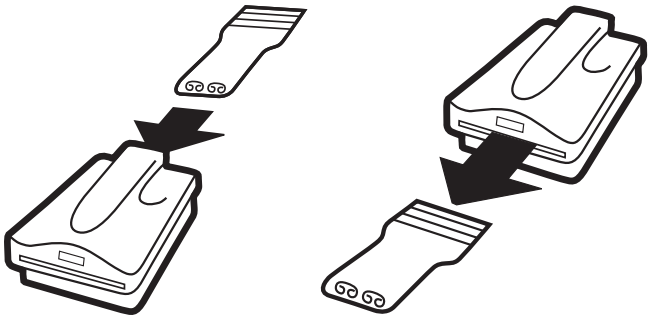

Figura 5
- Insira a ferramenta pela parte traseira da unidade e puxe a ferramenta totalmente para fora pela parte dianteira (consulte a Figura 5).